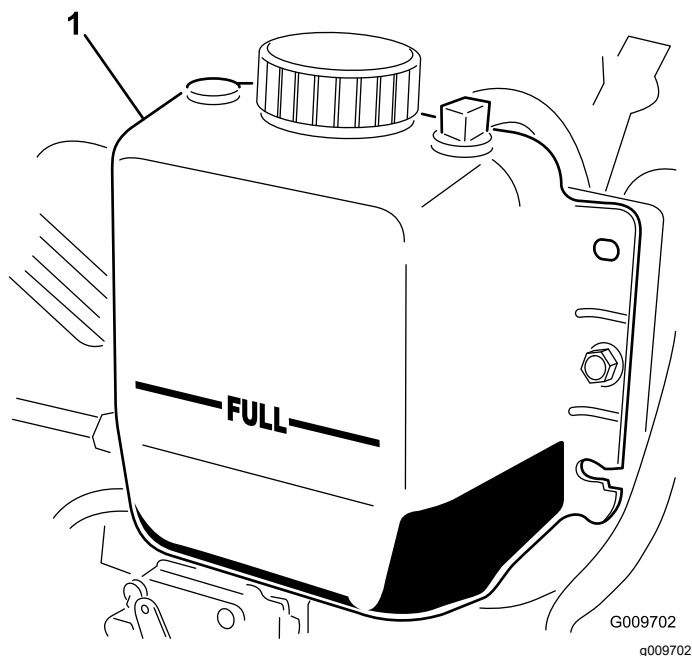

Figura 84
3. Verificați nivelul de lichid de răcire din radiator. Radiatorul trebuie umplut până la partea superioară a buonului de umplere, iar rezervorul de expansiune trebuie umplut până la marcajul COMPLET (Figura 84).